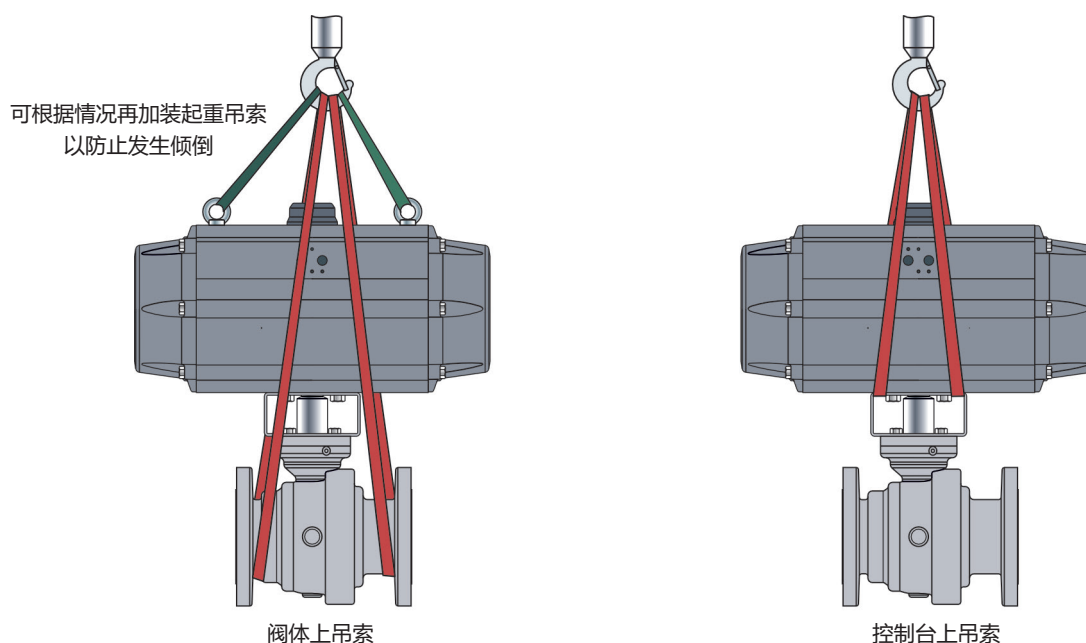

图 4-2：球阀上提升点
- ⇒ 使用带有安全夹的挂钩作为悬吊元件，以防吊索在提升和运输期间滑离挂钩，请参见图 4-2。
- ⇒ 将吊索扣紧到每个外壳法兰以及起重机或叉车的悬吊元件 (例如，挂钩)，请参见图 4-2。在执行此操作时，请检查承载量和吊索长度，以确保安全。
- ⇒ 将吊索扣紧到起重机或叉车的托架和悬吊元件 (例如, 挂钩), 请参见图 4-2。在执行此操作时, 请检查承载量和吊索长度, 以确保安全。